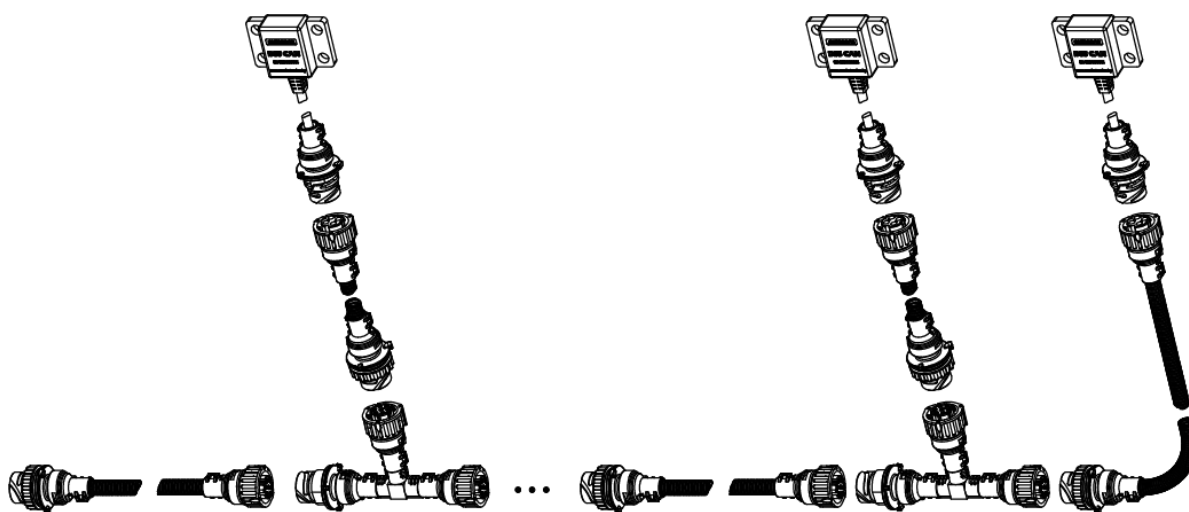

рис. 4.2. Использование тройников T-Cable
- При подключении нескольких контроллеров можно использовать специальные кабели-разветвители eurosens T-Cable (рис. 4.2).